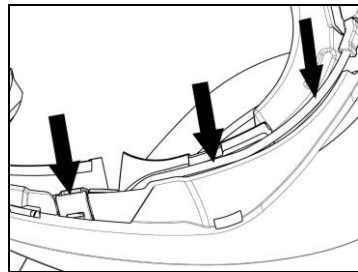

Abb. 13
- Bringen Sie das Kabel im Helminnern an und positionieren Sie den rechten Befestigungsclip in dem dafür ausgesparten Bereich (Abb. 13).